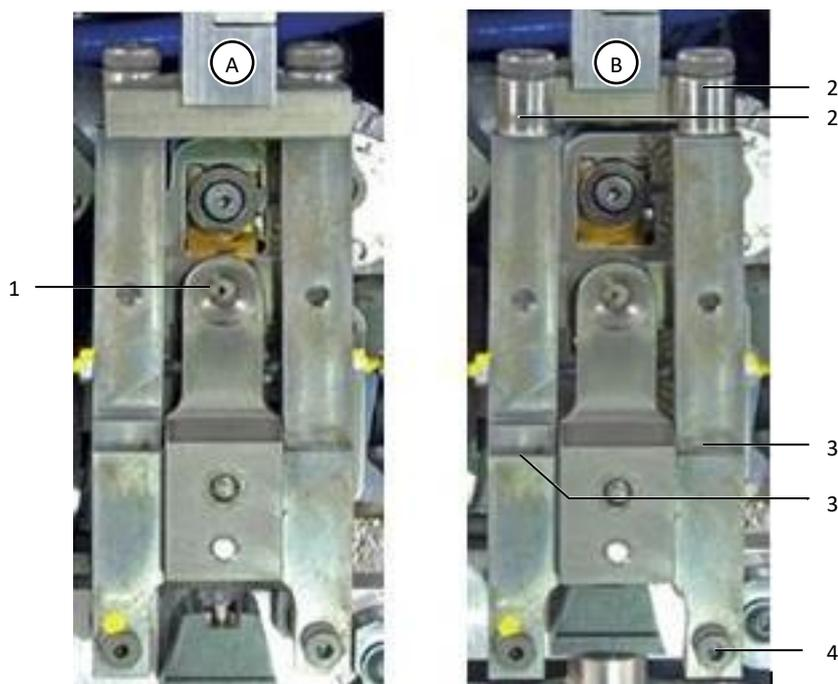

Imagen 23: Unidad de fijación del trenzado en posición operativa (A) y desplazada hacia delante (B)
- Limpie el embudo de inserción (imagen 23, pos. 1) con un pincel.
- Tire la unidad de fijación del trenzado hacia delante (imagen 23, pos. B).
- Compruebe si los rodillos (imagen 23, pos. 2) se deslizan con facilidad.
- Lubrique los puntos de giro (imagen 23, pos. 3) de la unidad de fijación del trenzado.
- Asegúrese que la unidad de fijación del trenzado se encuentra en la posición avanzada (imagen 23, pos. B).
- Extraiga el tornillo inferior derecho de la unidad de fijación del trenzado (imagen 23, pos. 4).